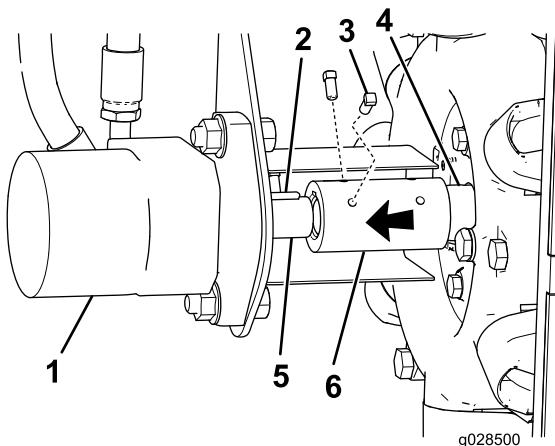

Рисунок 7
2. Вставьте сегментную шпонку в шпоночный паз вала гидромотора (Рисунок 7).
3. Совместите паз муфты вала с сегментной шпонкой и наденьте муфту на вал гидромотора (Рисунок 7).
4. Совместите паз в открытом конце муфты вала с сегментной шпонкой вала насоса опрыскивателя (Рисунок 7).
Примечание: Убедитесь, что в шпоночный паз вала насоса опрыскивателя вставлена сегментная шпонка (Рисунок 7).
5. Установите муфту так, чтобы она перекрывала одинаковые расстояния на концах валов гидромотора и насоса (Рисунок 7).
6. Нанесите стопорящий состав для резьбы средней степени фиксации на резьбовые поверхности четырех винтов с квадратными головками и зафиксируйте муфту на обоих валах винтами (Рисунок 7).